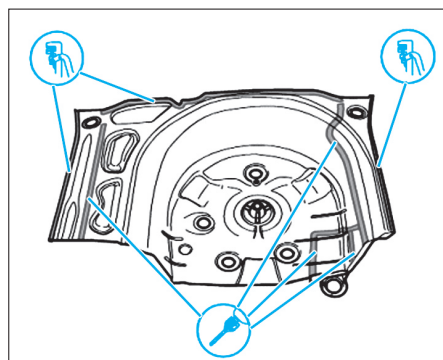

FIG. 131
- Percer des trous de 7 mm de diamètre comme illustré (Fig.131).